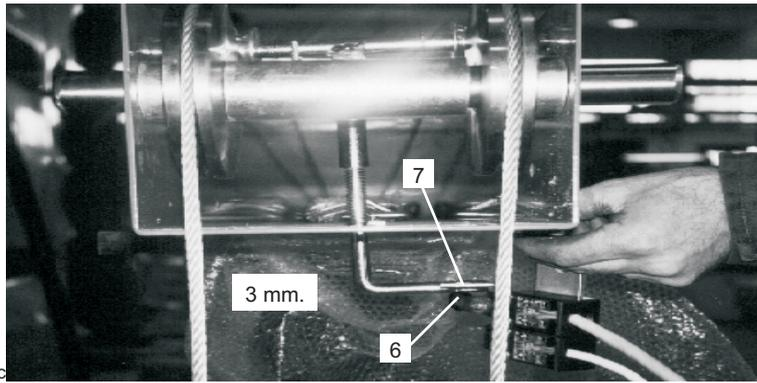

Fig. 43c
3-Orientare la testina del microinterruttore di sicurezza (6) fino a che fra questa e il piattino (7) di azionamento del sensore vi sia una distanza minima di 3 mm.(Fig. 43c).
3-Position the head of the safety limit switch (6) until there is a minimum distance of 3 mm between the limit switch roller and the sensor trigger plate (7) Fig. 43c.